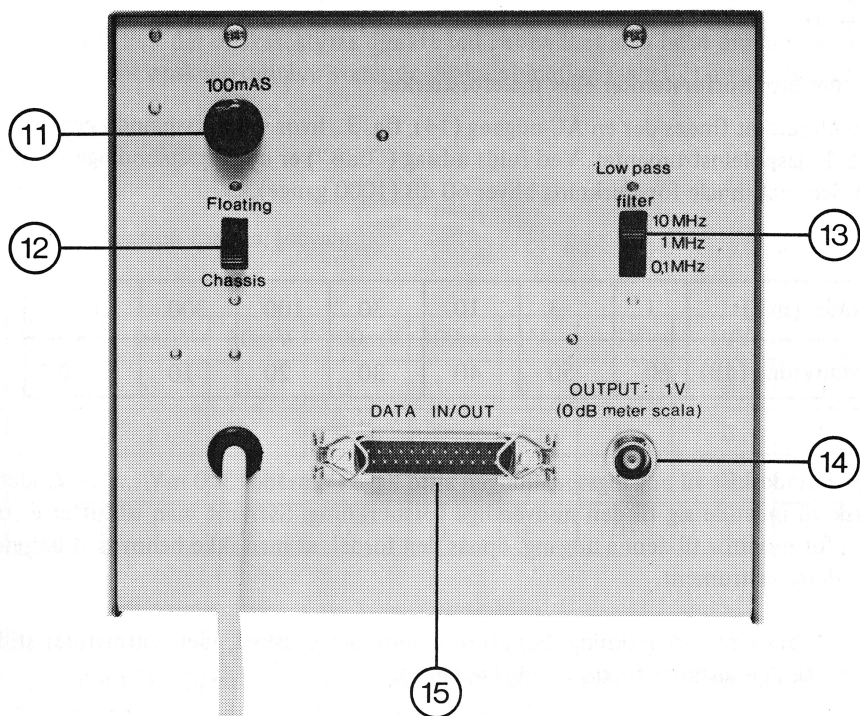

Fig. 3. Voltmeter RV9A set bagfra.
På bagsiden af voltmeteret findes der en AC-udgang (14), fig. 3., hvor udgangsspændingen er proportional med udslaget på drejespoleinstrumentet. Ved fuldt udslag ("0dB") er udgangsspændingen $1\text{ V} \pm 0,3\text{ dB}$, hvoraf følger at den maksimale forstærkning bliver 60 dB (1000 gange).